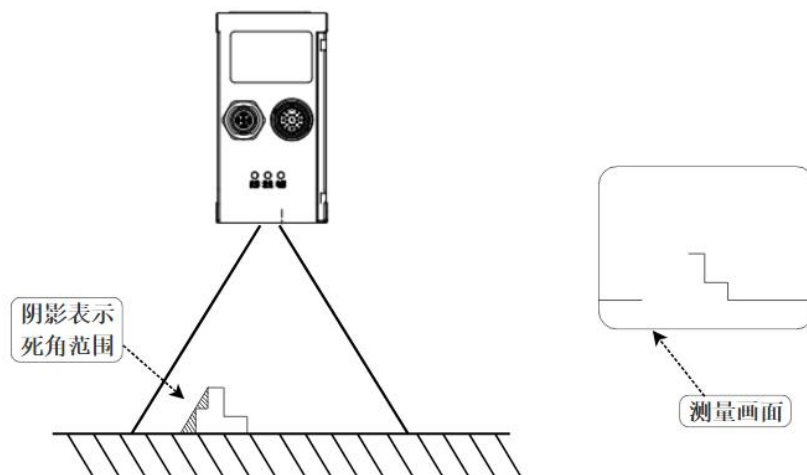

图 3.3 死角示意图
2. 目标物体的形状可能导致测量范围中产生死角。安装前需评估死角对检测影响。如图 3.3 所示。